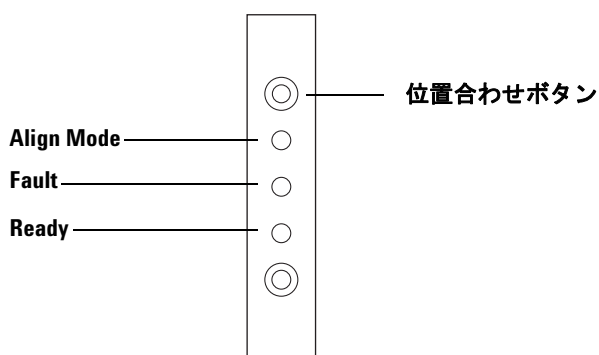

図 147 タワーの位置合わせ
- 4 細長い道具を使って、インジケータライトの上にある、くぼんだ**位置合わせ**ボタンを押します。くぼんだ穴の中にあるボタンの後ろや周辺を触らないよう注意してください (図 147)。